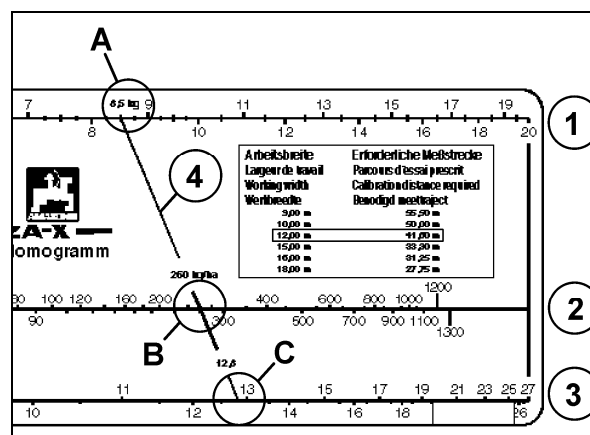

图 68
(8,5 kg) 在上部刻度盘 (图 68/1) 上查看数值 (A)，针对所需的撒肥量 (260 kg/ha) 在中间刻度盘 (图 68/2) 上查看数值 (B)。
8. 在 A 和 B 点之间画出一条笔直的连接线 (图 68/4)。
9. 连接线的延长线在下部刻度盘 (图 68/3) 上指示出用于所需滑门位置的数值 (C)，此处为 12.8。